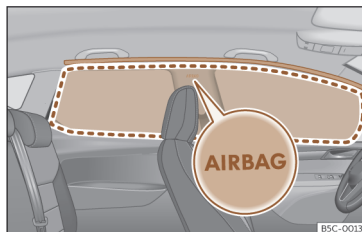

**Fig. 33** Localização dos airbags da cabeça.
Os airbags da cabeça estão localizados de ambos os lados do habitáculo, por cima das portas >>> **Fig. 33** e estão assinalados pelo logo «AIRBAG».
Ao ativar-se, o airbag da cabeça ocupa a zona assinalada (raio de alcance) >>> **Fig. 33**. Por este motivo, nunca se deverá colocar ou fixar objetos nesta zona >>> .
- Assegure-se de que as crianças viajem sentadas corretamente nas suas cadeiras e não colocam a cabeça na zona de insuflação dos airbags para a cabeça >>> **Fig. 33**, uma vez que, se os airbags disparassem, estes poderiam bater-lhes e causar-lhes lesões graves.